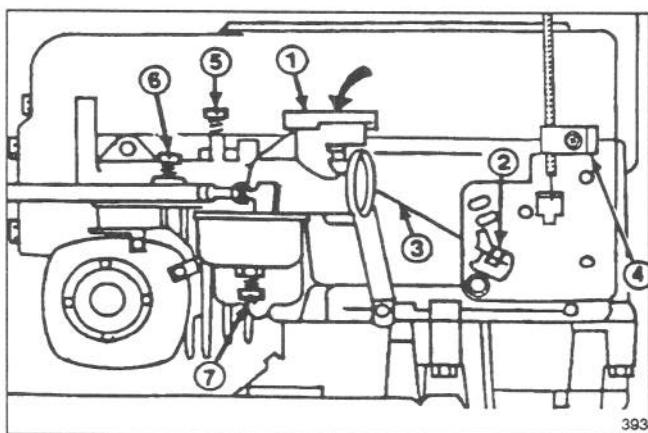

Figure 14
1. Enlever les vis maintenant en place le filtre à air et soulever celui-ci pour l'enlever du carburateur (Fig. 14).
2. Mettre la commande des gaz sur CHOKE et vérifier la position du papillon du starter; il doit être complètement fermé (Fig. 14).
3. Mettre la manette de commande des gaz sur FAST. Le papillon devrait être complètement ouvert (Fig. 14).
**2.** Desserrer la vis de la bague de serrage du câble de la commande des gaz (Fig. 14) et déplacer la gaine du câble de commande et le fil jusqu'à ce que le levier de la commande des gaz touche la tringle du starter. Vérifier le bon fonctionnement du starter.
**1.** Gicleur à pointeau (Fig. 14) – Fermer le pointeau en le faisant tourner doucement dans le sens des aiguilles d'une montre.
**4.** Tourner le pointeau (Fig. 14), dans le sens des aiguilles d'une montre, 1/8 de tour à la fois, jusqu'à ce que le moteur commence à ralentir. Laisser le moteur réagir à chaque 1/8 de tour.
**5.** Tourner le pointeau (Fig. 14) dans le sens contraire des aiguilles d'une montre (vers l'extérieur), 1/8 de tour à la fois, jusqu'à ce que le moteur commence à tourner irrégulièrement. Laisser le moteur réagir à chaque 1/8 de tour.
**6.** Tourner le pointeau (Fig. 14) dans le sens des aiguilles d'une montre (vers l'intérieur), jusqu'à ce que le moteur commence à tourner régulièrement. Ce réglage, sans charge, peut être légèrement trop riche; mais il assure un bon fonctionnement lorsque le moteur est chargé.